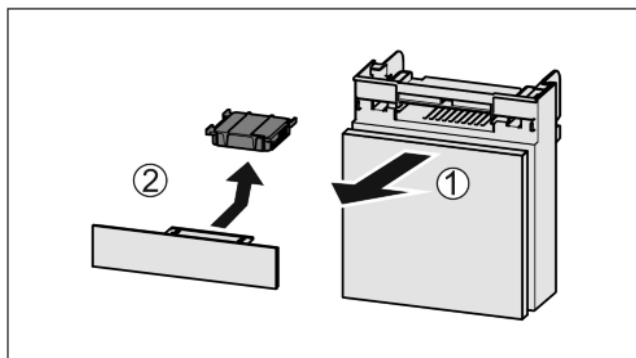

Fig. 41
- ▶ Extraiga Fig. 41 (1) el compartimiento hacia adelante.
- ▶ Retire Fig. 41 (2) el filtro de carbón activado.